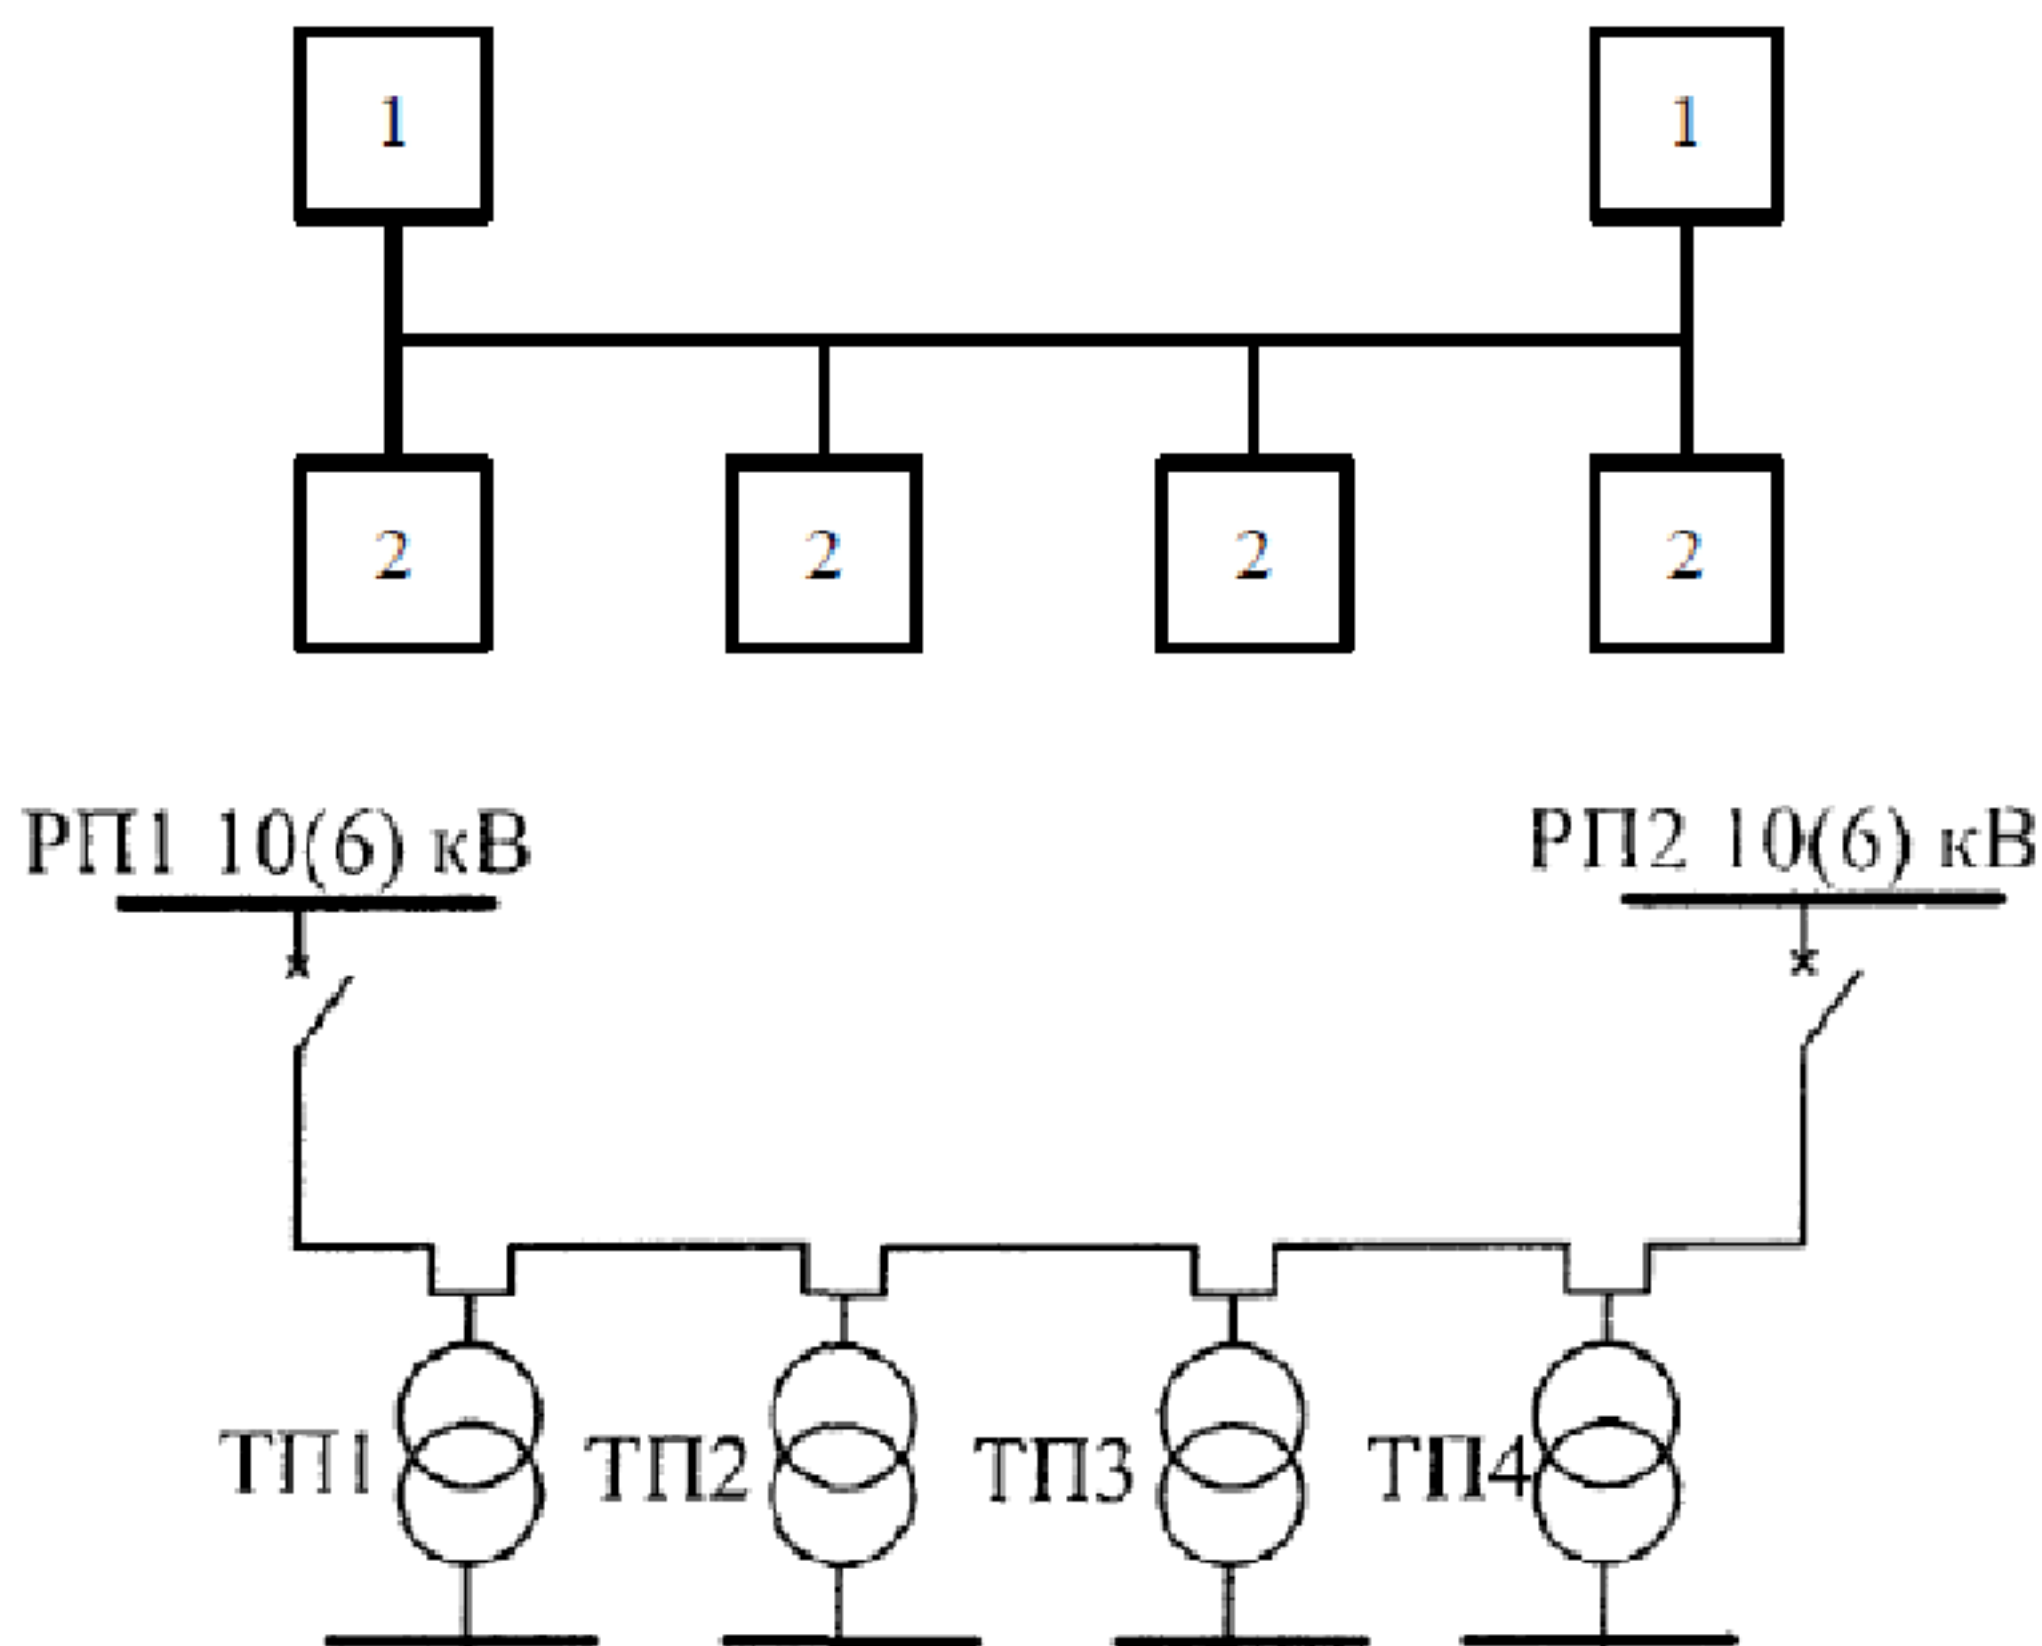

Рисунок 3 – Одиночная магистраль с двусторонним питанием (петлевая)
- одиночная магистраль с двусторонним питанием (рисунок 3);